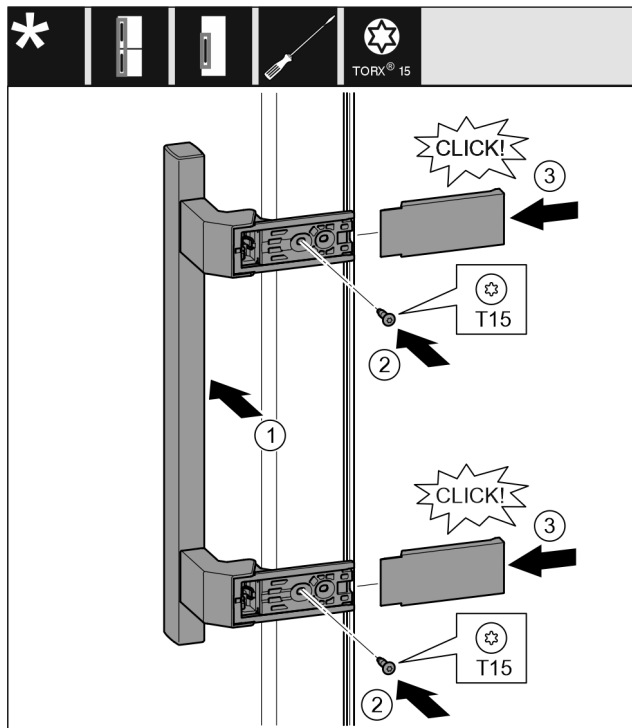

Fig. 29
- ▶ Påsæt grebet på den modsatte side. Fig. 29 (1)
- ▶ Skru skrueene fast med en skruetrækker T15. Fig. 29 (2)
- ▶ Påsæt sideafdækningerne, og skub dem på plads. Fig. 29 (3)